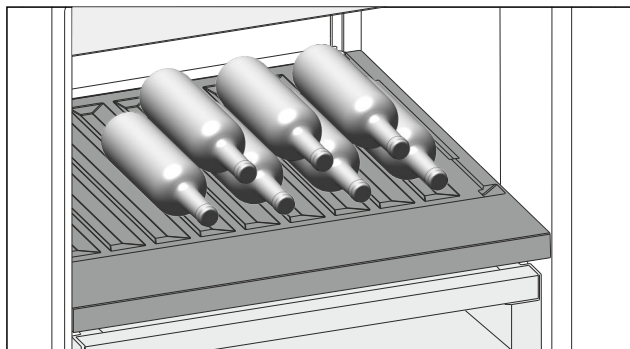

Fig. 99
- ▶ Бутылки укладывайте дном к задней стенке. (см. Fig. 99)